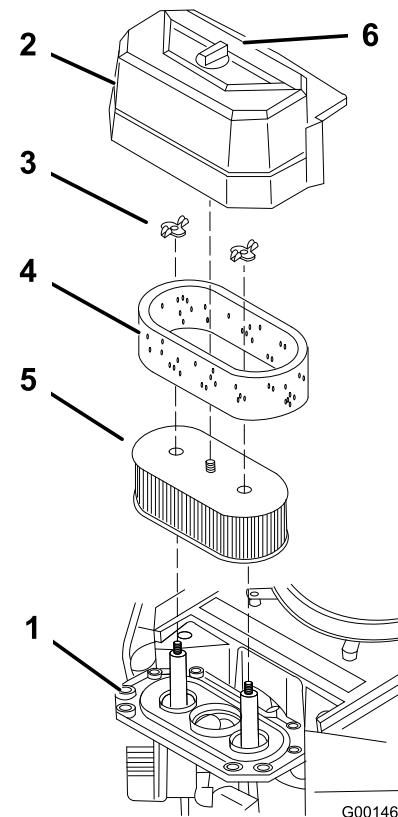

Figura 24
3. Limpie alrededor del limpiador de aire de forma que la suciedad no penetre en el motor y cause daños (Figura 24).
4. Desenrosque el pomo de la cubierta y retire la cubierta del limpiador de aire (Figura 24).
5. Desenrosque las 2 tuercas de orejeta y retire el conjunto del limpiador de aire (Figura 24).
6. Retire cuidadosamente el filtro de gomaespuma del filtro de papel (Figura 24).
1. No limpie el filtro de papel, cámbielo (Figura 24)
1. Deslice cuidadosamente el filtro de gomaespuma sobre el filtro de papel (Figura 24).
2. Coloque el conjunto del limpiador de aire sobre la base del limpiador de aire y fíjelo con 2 tuercas de orejeta (Figura 24).
3. Coloque en su posición la cubierta del limpiador de aire y apriete el pomo de la cubierta (Figura 24).